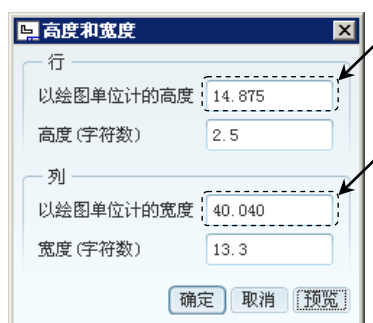

图 6.3.29 修改行列尺寸
Step3. 选择 **表** → **高度和宽度...** 命令，弹出图 6.3.29 所示的“高度和宽度”对话框，在其中修改行的高度和列的宽度。输入图 6.3.29 所示的新尺寸，单击 **预览** 按钮可预览表格。单击 **确定** 按钮，调整结果如图 6.3.28b 所示。